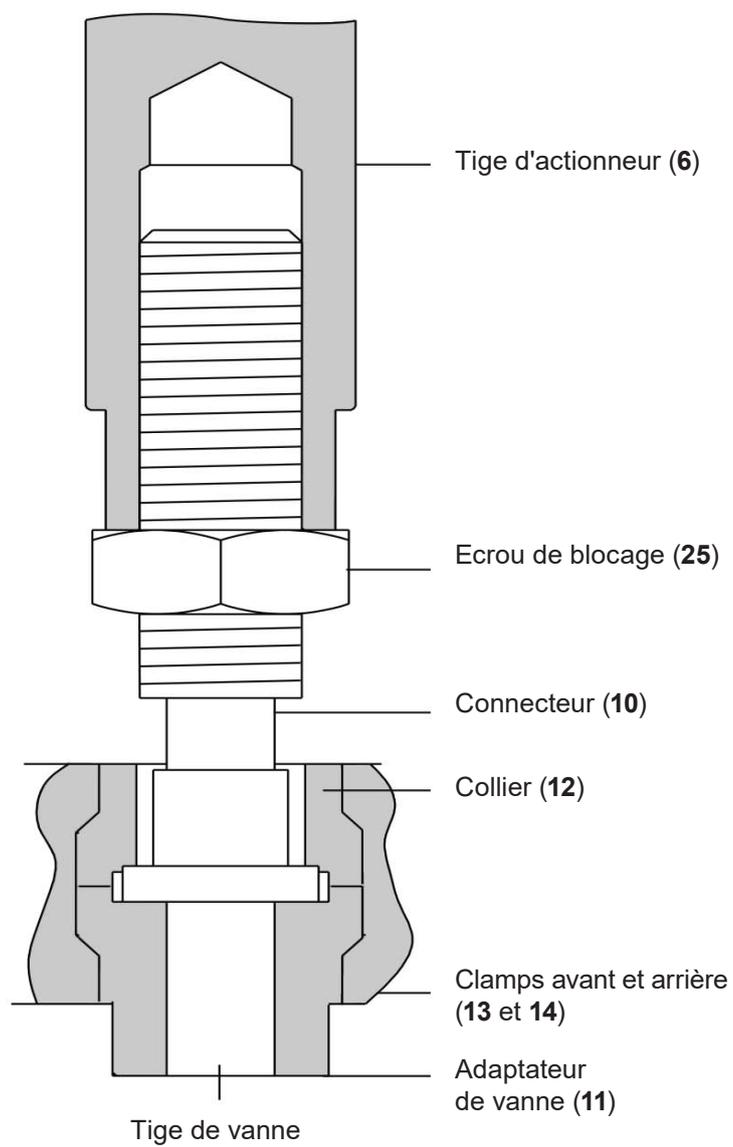

Fig. 6 - Ensemble adaptateur de l'actionneur, adaptateur de vanne et connecteur.
- Desserrer et enlever les vis et écrous de clamps (**26** et **27**, Fig. 6), puis enlever l'adaptateur de vanne (**11**).
- Avec le clapet de vanne appliqué sur son siège, régler l'adaptateur de vanne (**11**) jusqu'à toucher le connecteur (**10**). Voir Fig. 6 pour une installation correcte.
- Desserrer et enlever l'écrou de montage de l'actionneur (voir Fig. 6), puis dégager l'actionneur de la vanne.